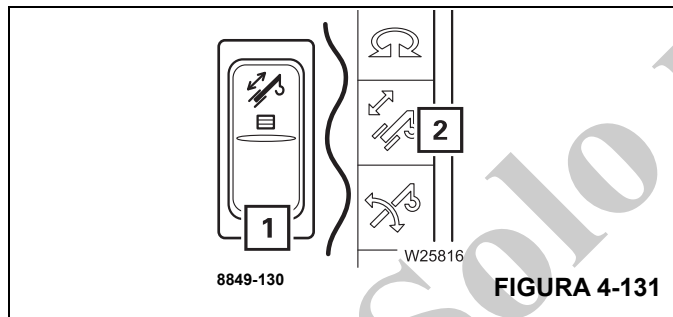

FIGURA 4-131
- Presione el botón (1), (Figura 4-131), una vez.
- La luz en el botón (1), (Figura 4-131), se iluminará parcialmente.
- El símbolo (2), (Figura 4-131), se tornará de color rojo si se apaga el mecanismo de telescopización.